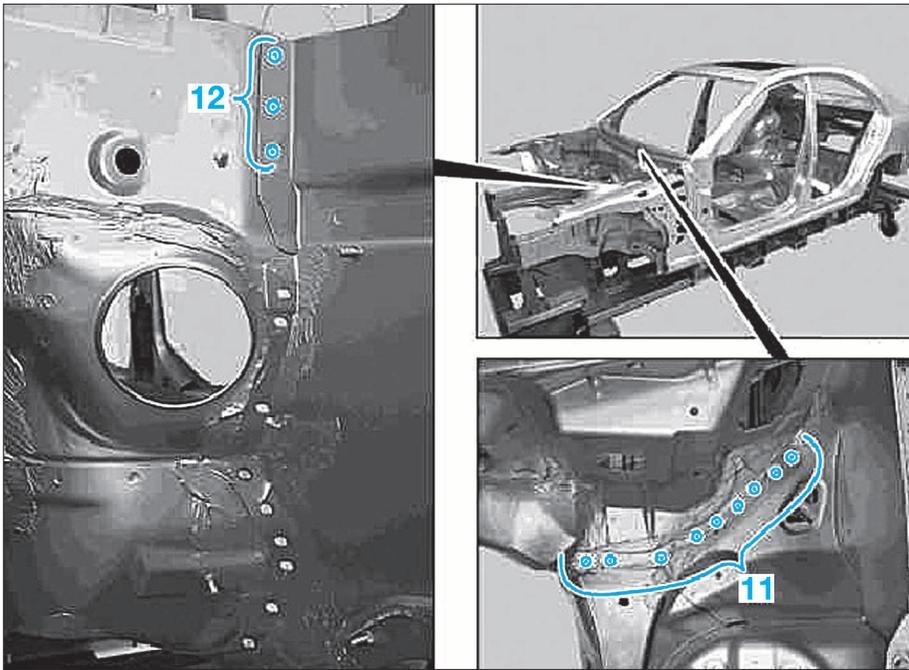

FIG. 16
- les points de soudure dans les zones (11) et (12) (Fig.16).